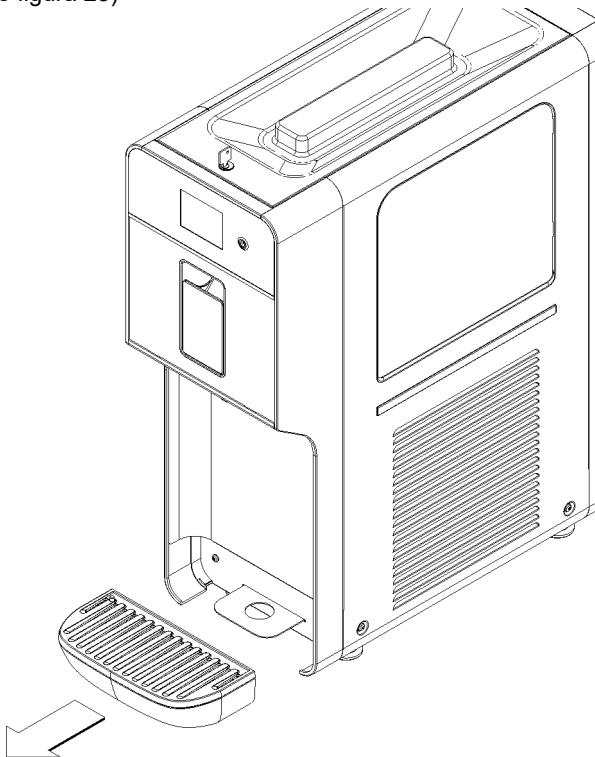

figura 25
- 10** Rimuovere il cassetto raccogligocce dalla sua sede. (vedere figura 25)